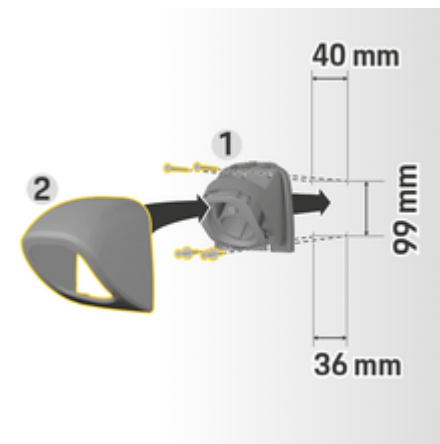

Fig. 5: foratura
1. Rimuovere il supporto del connettore **1** (Fig. 5) dalla copertura **2** (Fig. 5).
4. Avvitare il supporto del connettore **1** (Fig. 5) al muro.
5. Posizionare la copertura **2** (Fig. 5) dal basso sul supporto del connettore **1** (Fig. 5) e premere verso l'alto.